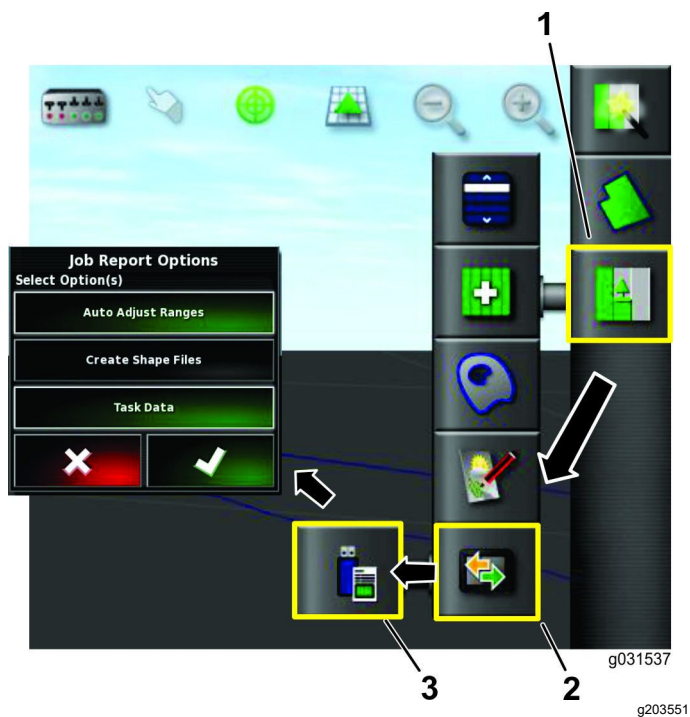

图 32
3. 按作业菜单图标图 32。
4. 按数据交换图标 图 32。
5. 按导出作业报告至 USB 图标 图 32。